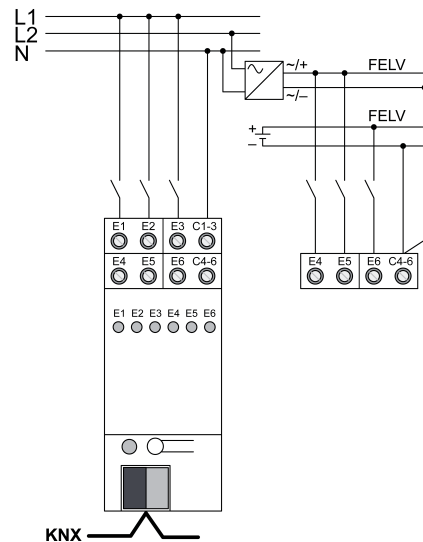

Figura 4: Collegamento associato dei circuiti di rete e di bassa tensione
- i** In caso di collegamento contemporaneo di circuiti alimentati dalla rete, per i circuiti a tensione ridotta collegati valgono le stesse regole di installazione del FELV, indipendentemente dal grado di sicurezza della fonte di corrente (figura 4).